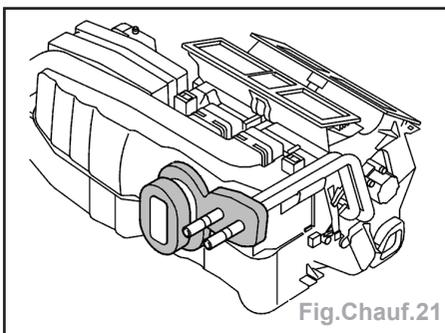

Fig. Chauff.21
- le joint avant du tuyau de réfrigérant (fig. Chauff.21).